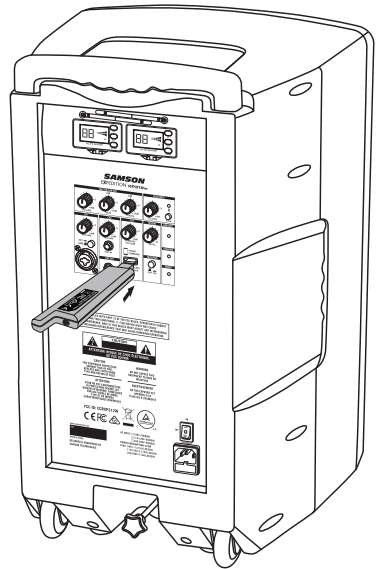
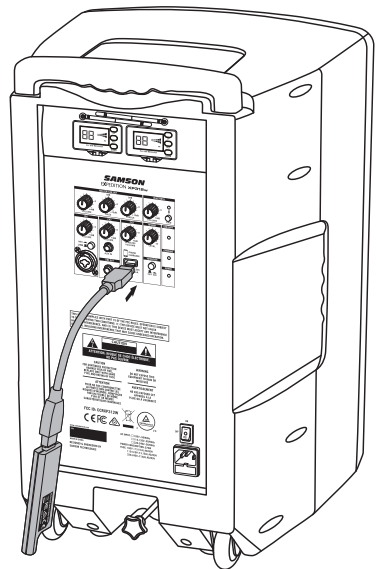

Figura 1
Figura 2
1. Conecte el receptor USB RXD2 en una de las tomas USB del panel trasero del XP312w directamente (figura 1) o utilizando el cable de extensión USB incluido (figura 2).